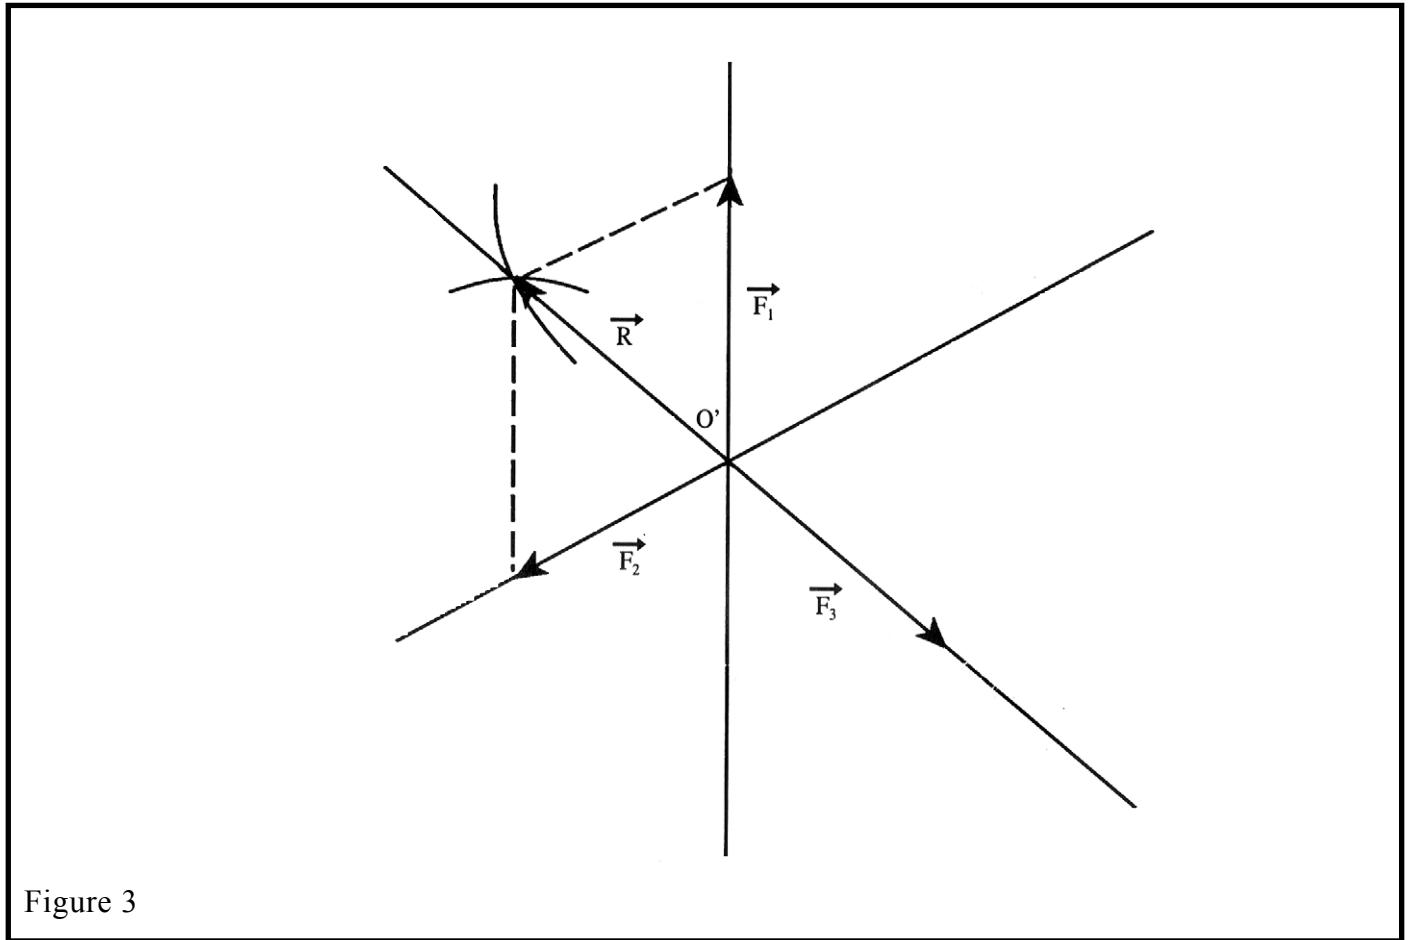

Figure 3
6) Je fais coïncider le point d'intersection des droites d'action du calque avec le point O' de la fig. 3 et je trace les lignes d'action des trois forces.